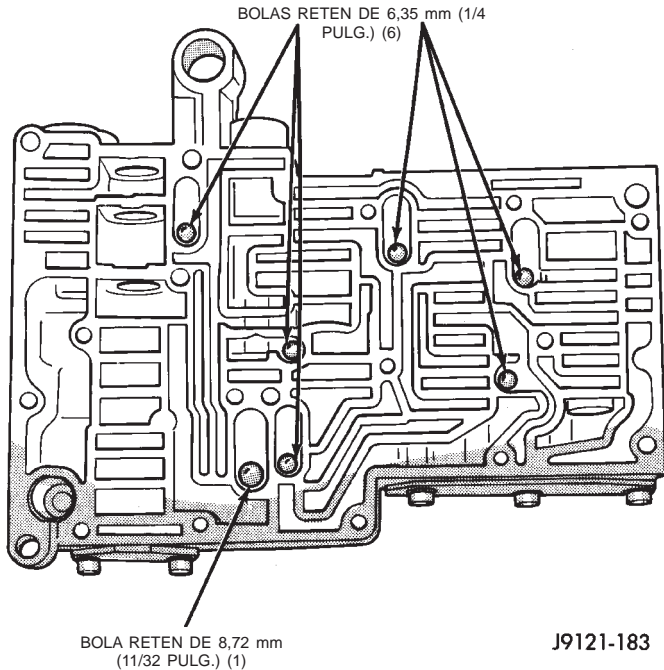

Fig. 58 Posición correcta de las bolas retén del cuerpo de válvulas
(25) Coloque una bola retén de 8,72 mm (11/32 pulg.) y seis bolas retén de 6,35 mm (1/4 pulg.) en las cavidades apropiadas del cuerpo de válvulas (Fig. 58).